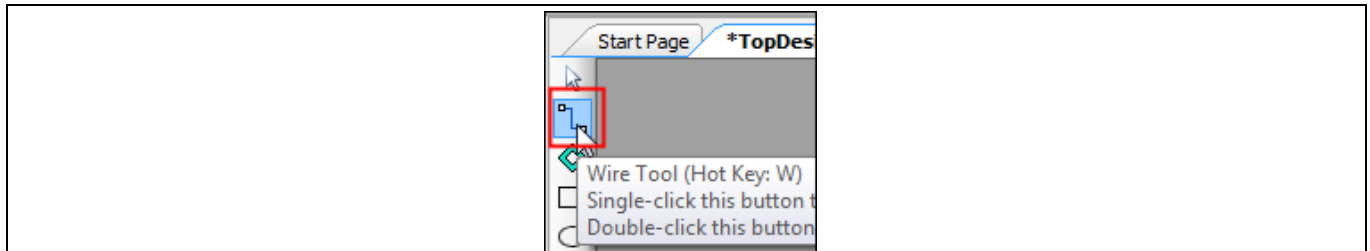

Figure 44 ワイヤー ツールの選択
10. 回路図ウィンドウで、**Figure 44** に示すように、ワイヤー ツールを選択、または **W** を押してください。